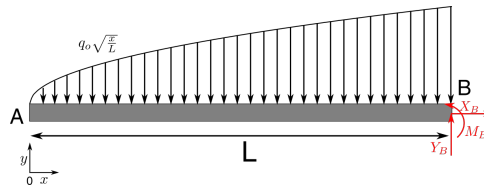

FIGURE 14 – Question 4b : Diagramme des forces
- (b) Le diagramme des forces est présenté en figure 14. On peut calculer les réactions en calculant le bilan des forces du système, cette étape n'est pas obligatoire pour répondre à la question mais elle permet de vérifier facilement les résultats obtenus pour les calculs de moment de flexion et d'effort tranchant :